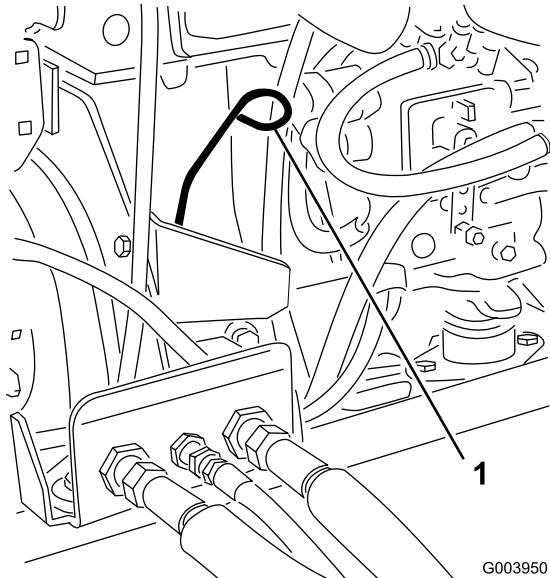

Figure 32
3. Retirez la jauge, essuyez-la sur un chiffon et remettez-la en place (Figure 32).